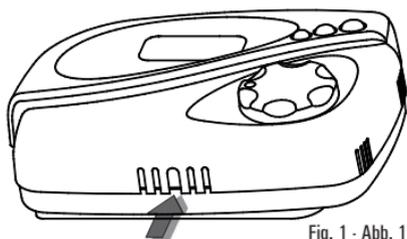
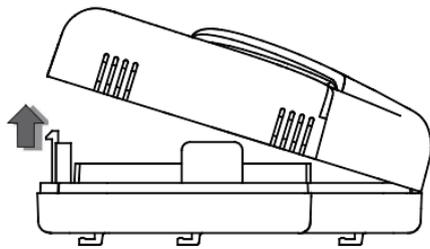

Fig. 1 - Abb. 1
Fig. 2 - Abb. 2
1. Rimuovere la calotta spingendo con l'aiuto di un attrezzo (ad esempio un cacciavite) la linguetta plastica situata nella feritoia in basso come in Fig. 1 e ruotare contemporaneamente la calotta come in Fig. 2.